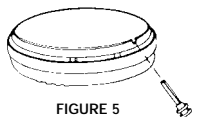

FIGURE 5
7. **UTILISATION DE LA GOUPILLE ANTI-MANIPULATIONS:** Pour empêcher votre alarme d'être vulnérable à l'arrachage, une goupille de blocage est fournie dans le sachet contenant les vis et les fixations. Cette goupille empêchera les enfants et autres de démonter l'alarme de la plaque de fixation. Pour utiliser la goupille, insérez-la dans le logement situé sur le côté de l'alarme une fois celle-ci installée sur la plaque de fixation (voir Figure 5).